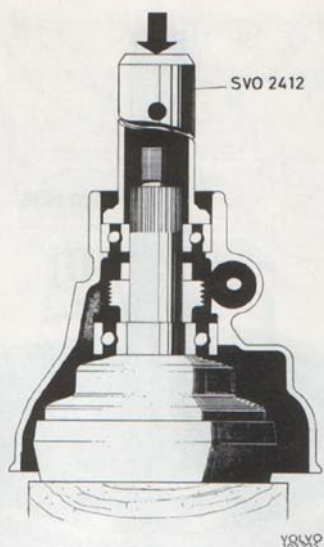

Bild 26. Montering av utgående axel
3. Stöd under utgående axeln med en träklots. Sätt på hastighetsmätarhjul och distanshylsa. Pressa på bakre hushalvan med dorn SVO 2412, se bild 26.